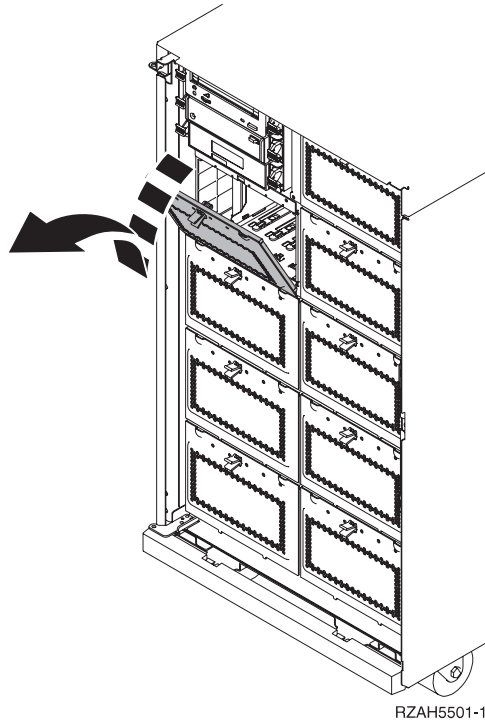

Abbildung 35. Blende für die Platteneinheit im Gehäuse entfernen
1. Sehen Sie sich Abb. 35 an und entfernen Sie die Blende für die Platteneinheit im Gehäuse.